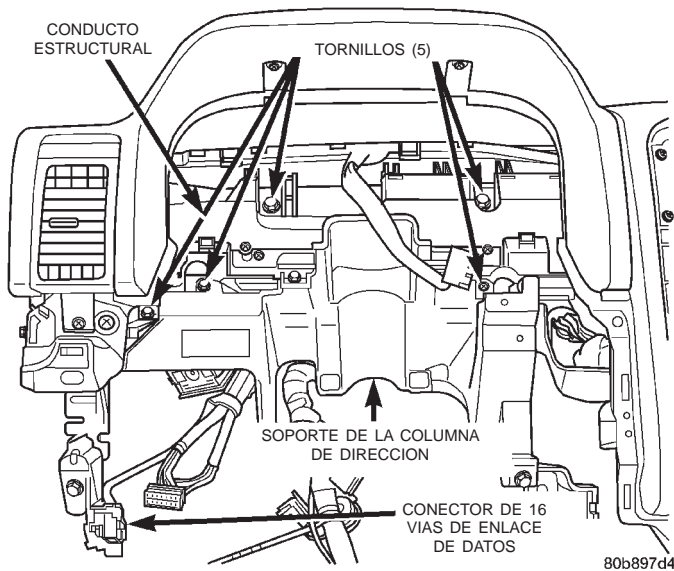

Fig. 49 Desmontaje e instalación del soporte de la columna de dirección del tablero de instrumentos
(3) Retire el soporte de la cámara impelente del tablero de instrumentos del soporte de la columna de dirección. Para informarse sobre los procedimientos, consulte **Soporte de la cámara impelente del tablero de instrumentos** en la sección Desmontaje e instalación de este grupo.
(4) Retire los tres tornillos que fijan las lengüetas de instalación del mazo de cables del tablero de instrumentos a la parte trasera del soporte de la columna.
(5) Retire los dos tornillos que fijan el conector de 16 vías de enlace de datos al soporte de la columna de dirección del tablero de instrumentos y retire el conector del soporte (Fig. 49).